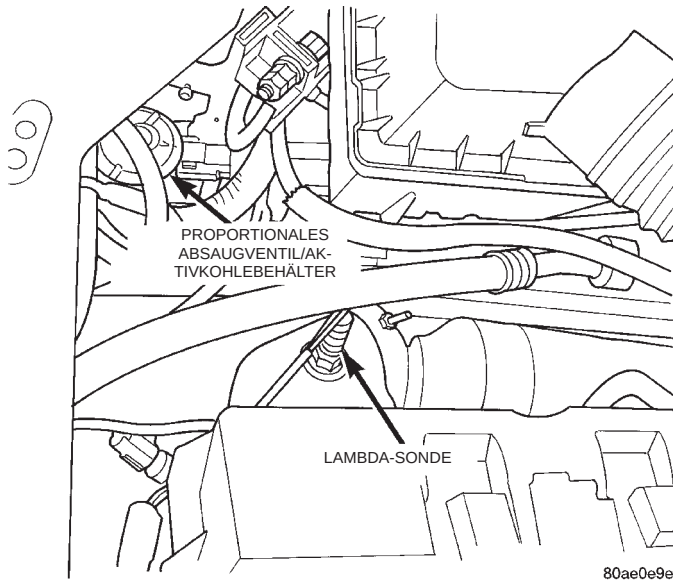
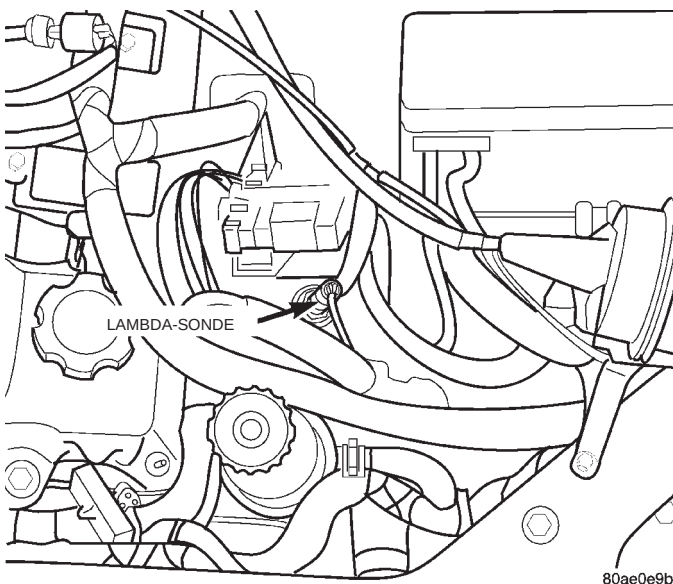

Abb. 42 Vorgeschaltete beheizte Lambda-Sonde
Abb. 43 Vorgeschaltete beheizte Lambda-Sonde
(16) Sicherstellen, daß die Steckverbinder an den vorgeschalteten beheizten Lambda-Sonden angeschlossen sind (Abb. 42) oder (Abb. 43).